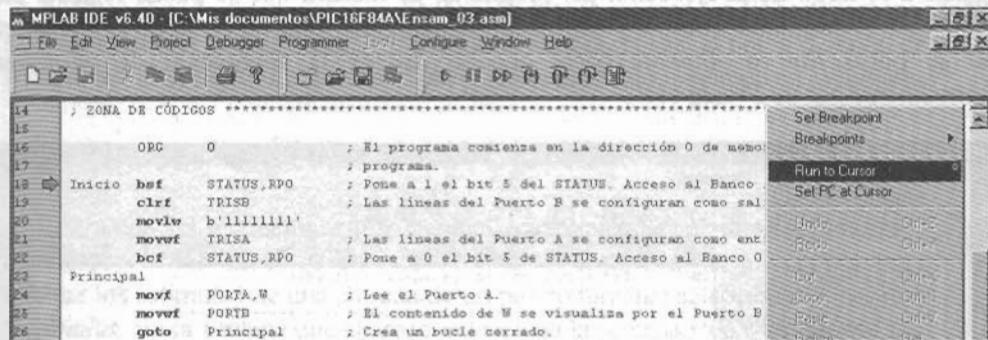

Figura 7-25 Modo de simulación "Run to Cursor"
- **Run to Cursor.** Ejecución hasta la posición actual del cursor. Para entrar en este modo de simulación, el cursor debe situarse en la línea donde está la instrucción hasta donde quiere simular el programa, pulsar el botón derecho del ratón y activar la opción *Run to Cursor* tal como indica la figura 7-25.